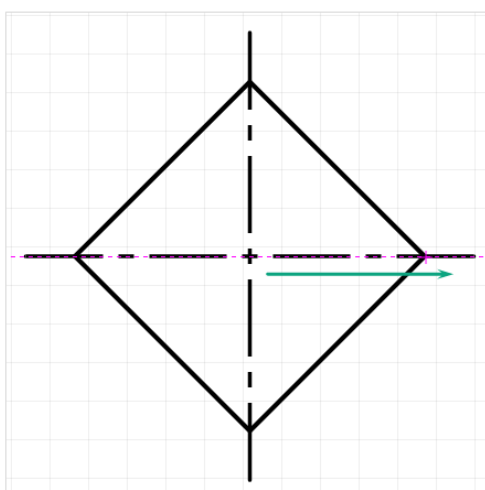

Рис. 442 Определение длины центральной линии
4. Перемещайте курсор, определяя длину центральной линии, фиксируйте кликом левой кнопкой мыши, см. Рис. 442.